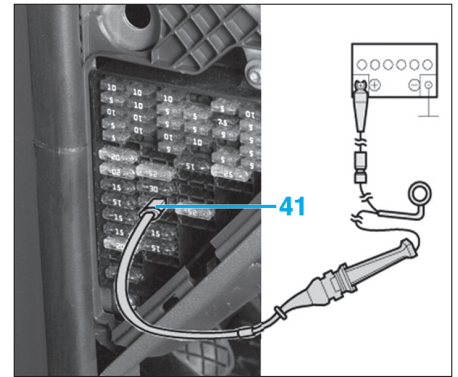

Fig. 25a
- le fusible (41), raccorder les outils [1] et [2], brancher l'outil à la place du fusible puis l'outil au pôle (+) de la batterie (Fig.25a),